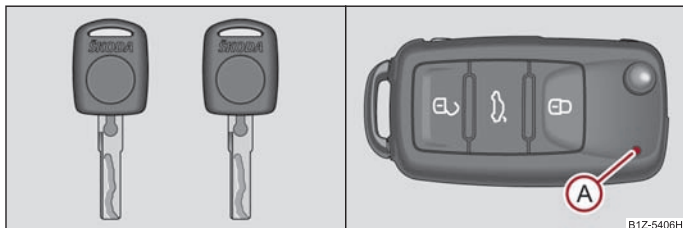
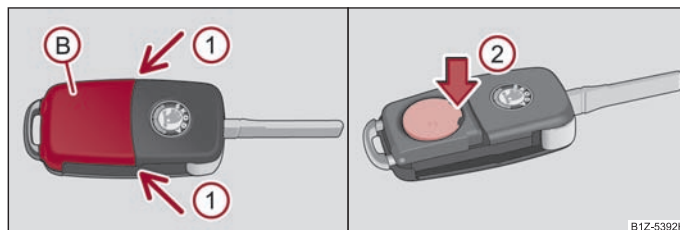

Abb. 22 Schlüsselsatz ohne Fernbedienung / Schlüssel mit Funkschlüssel
Abb. 23 Funkschlüssel - Deckel abnehmen / Batterie herausnehmen
Mit dem Fahrzeug werden zwei Schlüssel ausgeliefert. Je nach Ausstattung kann Ihr Fahrzeug mit Schlüsseln ohne Funk-Fernbedienung ⇒ Abb. 22 - links, oder mit Funk-Fernbedienung ⇒ Abb. 22 - rechts ausgestattet sein.
Jeder Funkschlüssel enthält eine Batterie, die unter dem Deckel (B) untergebracht ist ⇒ Abb. 23. Wenn die Batterie entladen ist, blinkt nach dem Drücken einer Taste auf dem Funkschlüssel die rote Kontrollleuchte (A) nicht ⇒ Abb. 22. Wir empfehlen Ihnen, die Schlüsselbatterie von einem autorisierten Škoda Servicepartner wechseln zu lassen. Falls Sie jedoch die entladene Batterie selbst wechseln wollen, gehen Sie wie folgt vor:
- Drücken Sie die Batterieabdeckung mit dem Daumen oder mit einem flachen Schraubendreher an den Stellen der Pfeile (1) ab ⇒ Abb. 23.
- Durch Drücken der Batterie nach unten, an der Stelle des Pfeils (2) nehmen Sie die entladene Batterie aus dem Schlüssel heraus ⇒ Abb. 23.